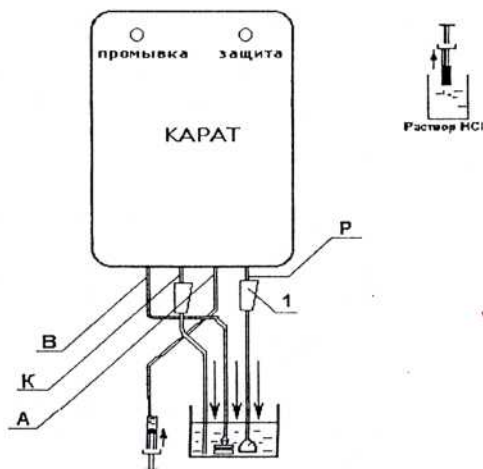

Рис. 2. Схема промывки установки
9.2.1. Опустить все трубки в ёмкость для кислоты. Закрывать зажимы трубок «католит» и «раствор» (Рис.2).